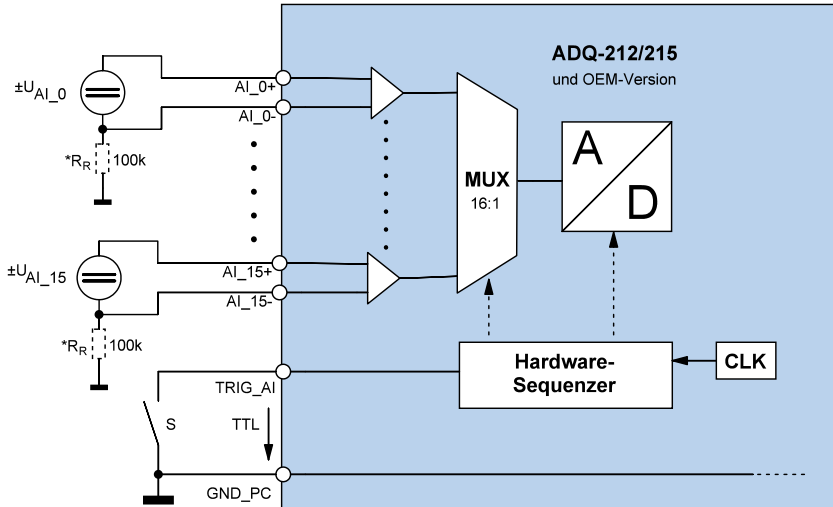

Abb. 7: Differentielle Eingänge
***TIPP:** In manchen Anwendungsfällen kann es erforderlich sein, die differentielle Eingangsstufe über einen Bezugswiderstand R_R (100 k Ω empfohlen) wie in Abb. 7 gezeigt, mit PC-Masse zu verbinden.